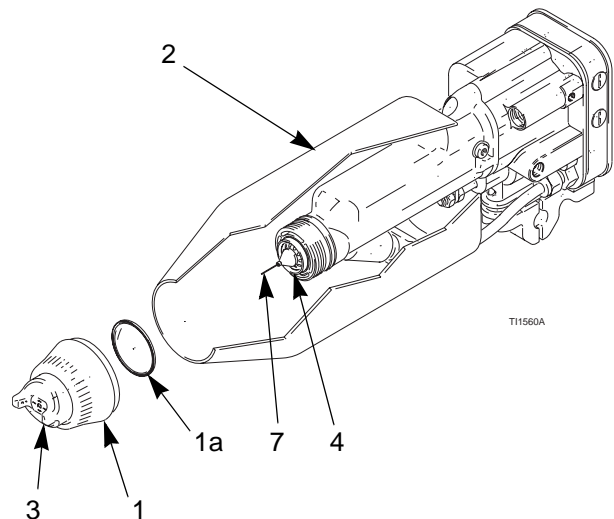

Fig. 13. Nettoyage du chapeau d'air et de la buse
2. Retirer le chapeau d'air (1, 3) et le capotage (2). Voir Fig. 13.
3. Nettoyer la buse (4), le capotage (2) et l'extérieur du pistolet à l'aide d'un chiffon imbibé de solvant. Éviter de faire pénétrer du solvant dans les passages d'air. À chaque fois que cela est possible, pointer le pistolet vers le bas pendant le nettoyage.
4. Si de la peinture semble être restée dans les passages d'air de la buse (4), retirer le pistolet pour le réparer.
5. Nettoyer le chapeau d'air (3) à l'aide de la brosse à poils doux et du solvant ou l'immerger dans un solvant compatible et l'essuyer proprement.